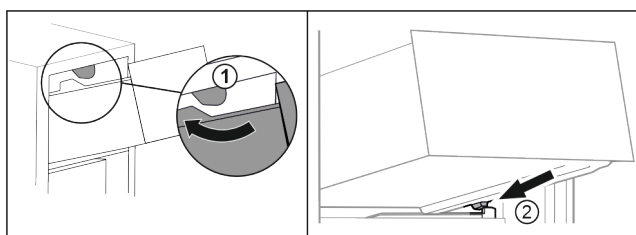

Fig. 111
- Far passare il cassetto sui fermi superiori. Fig. 111 (1)
- Applicare il cassetto inclinandolo dietro i fermi inferiori sulla nervatura del contenitore. Fig. 111 (2)